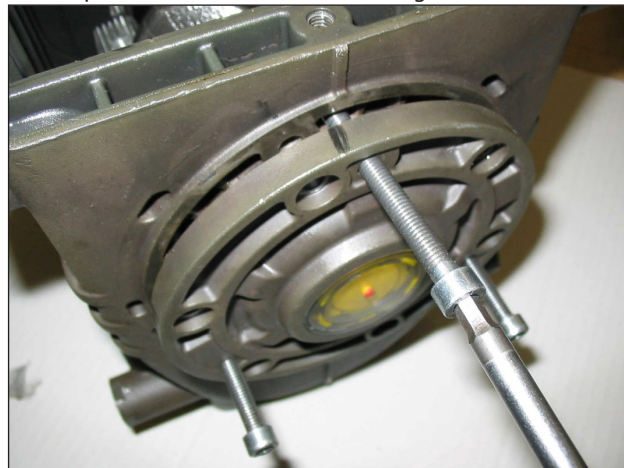

Fig. 3
- as coberturas laterais usam como extrator três parafusos M6x50 totalmente rosqueados, inserindo-os nos furos rosqueados, conforme indicado na Fig. 3.